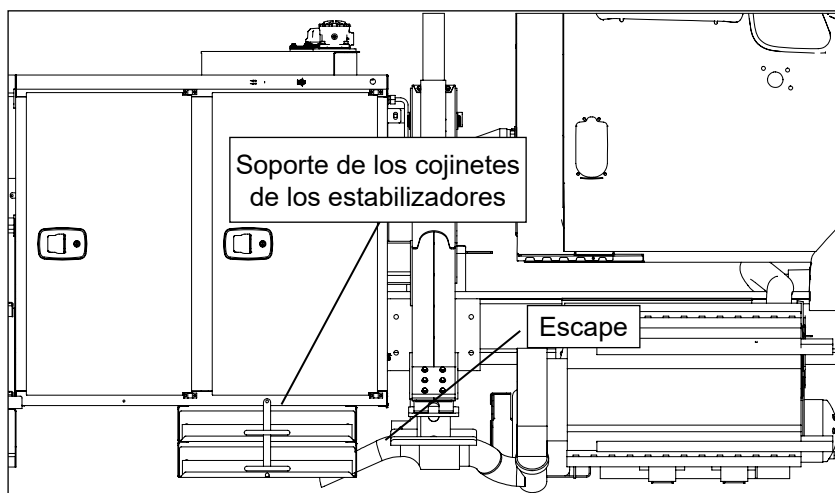

Figura 1 — Estilo 1
3. Ubique el soporte de los cojinetes de los estabilizadores en el lado de la acera de la unidad, debajo del primer compartimiento vertical de la carrocería, cerca de la punta del escape (consulte la Figura 1).